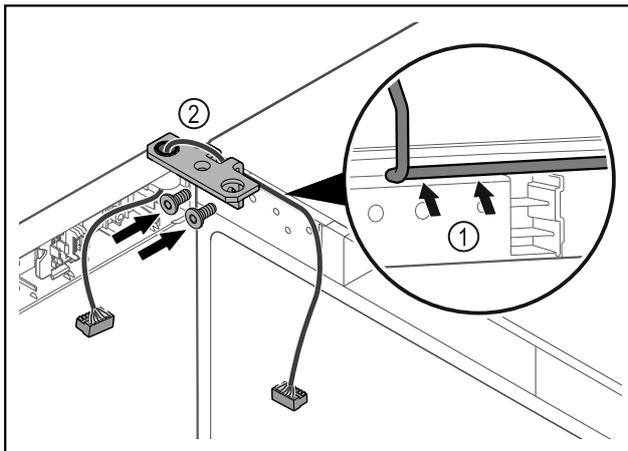

Fig. 58
- ▶ Pasar el cable por la escotadura de la escuadra de bisagra y tenderlo con cuidado Fig. 58 (1).
- ▶ Atornillar la escuadra de bisagra Fig. 58 (2).